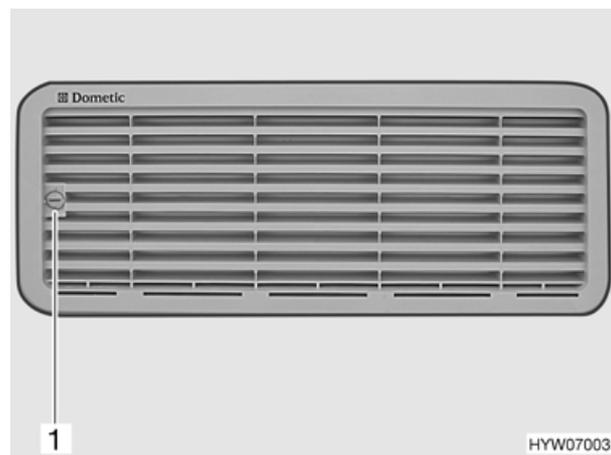

Fig. 49 Griglia di aerazione del frigorifero
- Con l'ausilio di una moneta ruotare la vite (Fig. 49,1) di un quarto di giro.